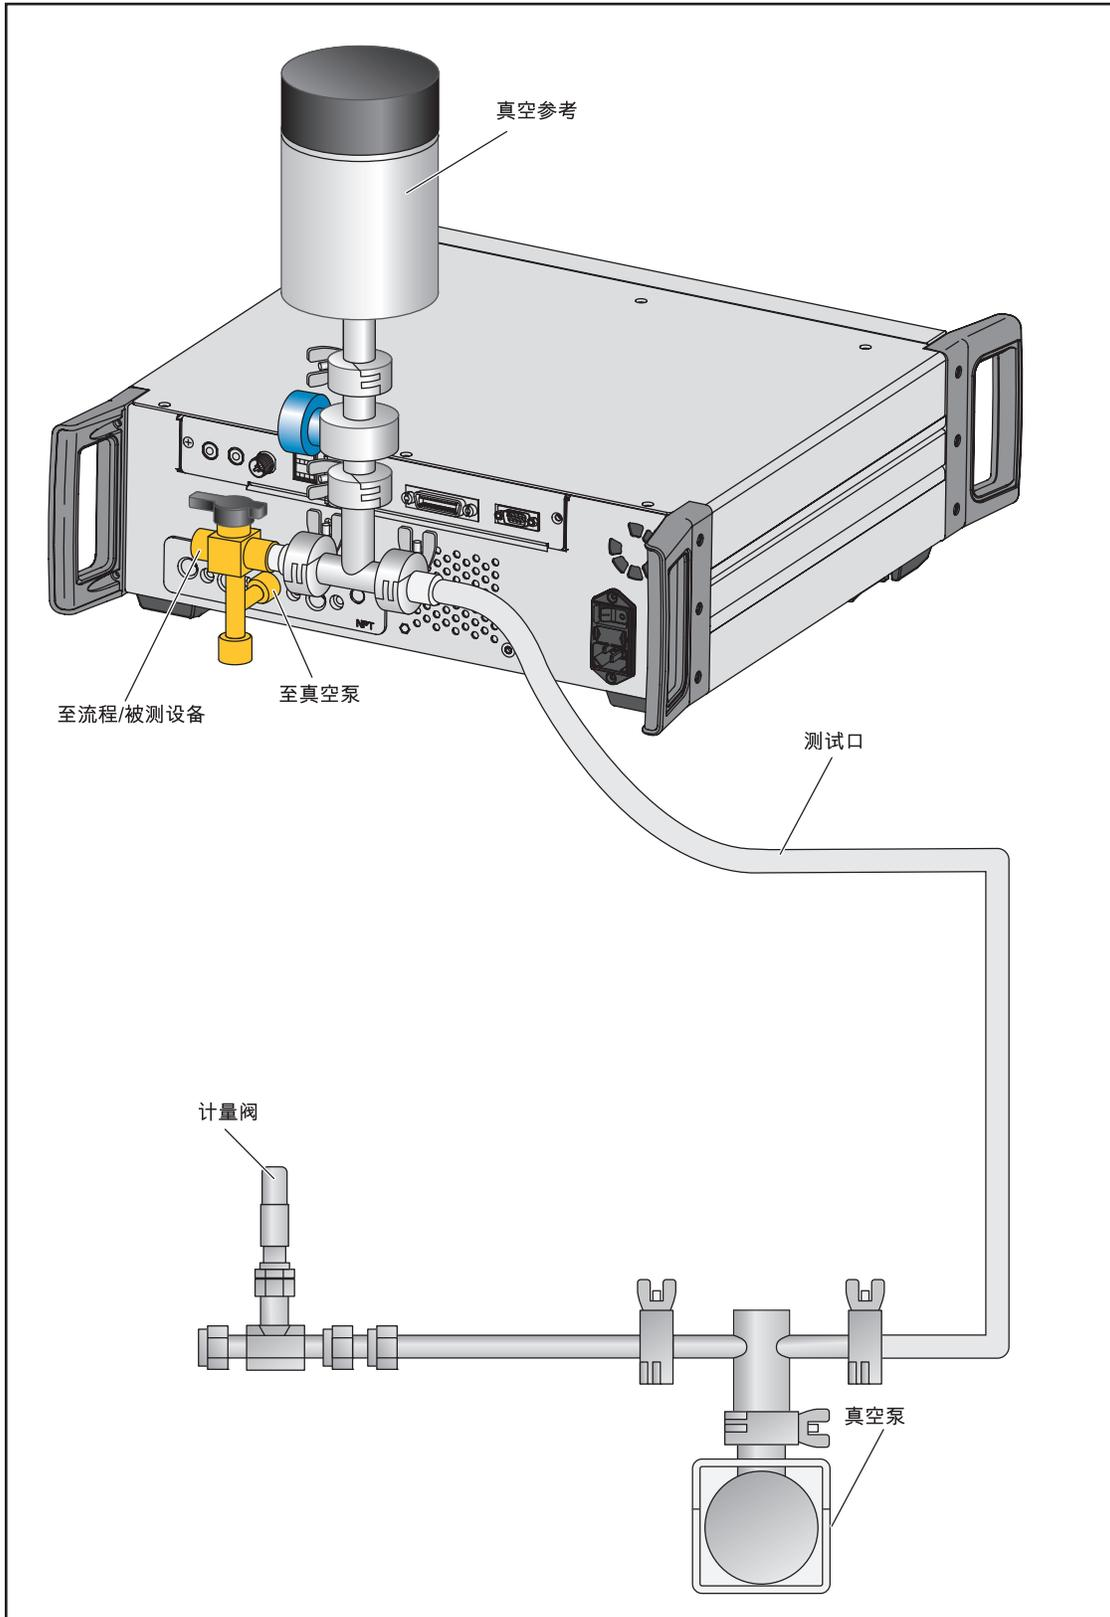

图 9.通过真空设置调零
6. 将真空传感器、真空源、排放阀及适用的硬件和管道连接至产品的测试接口。图 9 显示了“设置”示例。尽量靠近真空泵连接排放阀，尽量靠近测试接口连接参考真空传感器。
可在测试接口处安装可选的三通球阀（图 9）。此设置将真空传感器保持在原位，这样当真空传感器不用于 PMM 调零时能够将其隔离。将真空传感器隔离后，测试接口可用于其他流程。
HC20 测试口的内部带有 M20X1.5 的内螺纹和 O 型密封圈。该测试口可以轻松连接至带有 M20 X 1.5 外螺纹的被测装置。M20 测试口带有不同的转接头，可以用于连接具有其他外螺纹的各种被测装置，例如 NPT 或 BSP M14 X 1.5。这些转接头都通过 O 型密封圈进行密封，因此不需要 PTFE 生料带。请参见图 9。